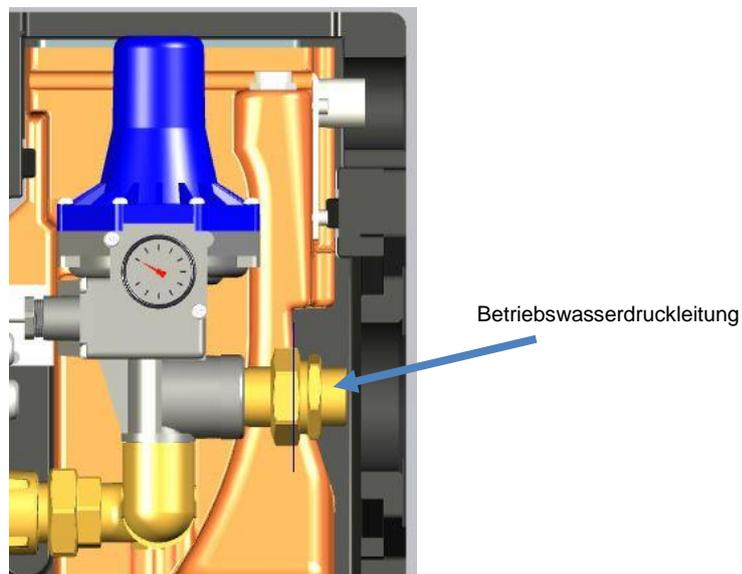

Abbildung 8: Anschluss der Betriebswasserdruckleitung
- 4) Die oben vorbereitete Leitung mit der 3-teiligen-Verschraubung der Sicherheitstrennstation verbinden, siehe Abbildung 8.